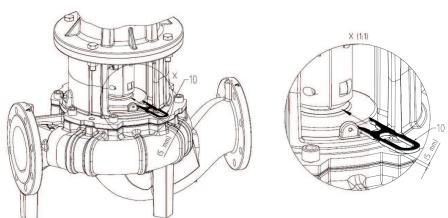

Fig. 47: 插入安装叉
10. 将叉形垫片 (Fig. 47) 推到联接架和联轴器之间。安装叉必须无缝隙地就位。